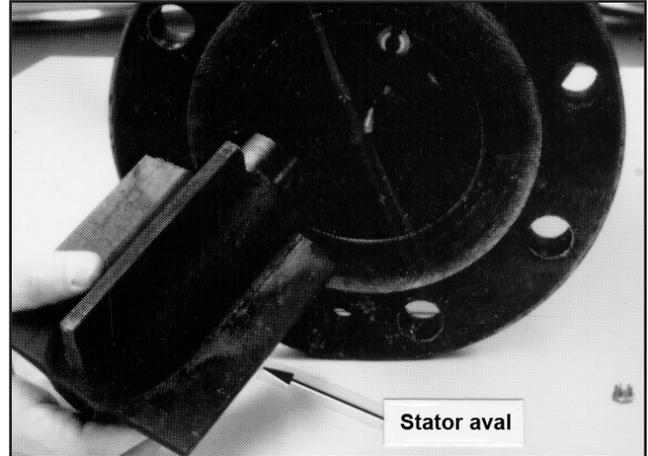

Figure 9
8. Enlever le stator aval, figure 9. Dans un débitmètre à turbine unidirectionnel, le stator est positionné par une clavette Woodruff. Il faut veiller à ne pas perdre la clavette Woodruff. Dans un débitmètre à turbine bidirectionnel, il n'y a pas de clavette Woodruff, les deux stators sont positionnés par deux anneaux de déflexion.